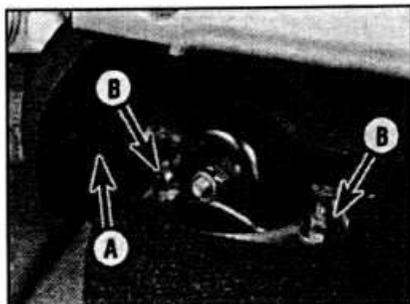

Рис. 10.30. Защитный колпачок (А) и гайки верхнего крепления амортизационной стойки (В).
- В багажнике, снимите с помощью рычага защитный колпачок верхней части амортизационной стойки (см. рис. 10.30).